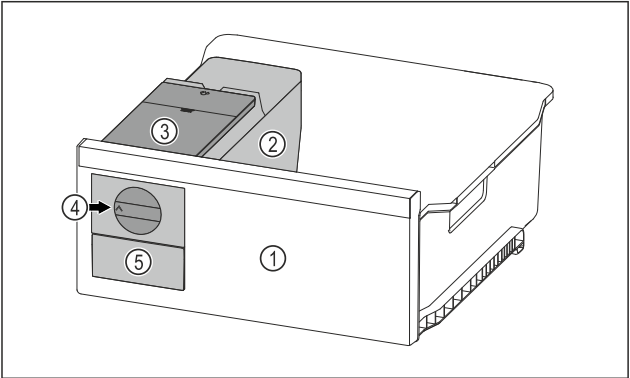

Fig. 127 例图
- 将旋钮 Fig. 127 (4) 顺时针转动到底。
- 冰块从方块冰盘落入冰块抽屉 Fig. 127 (5) 中。